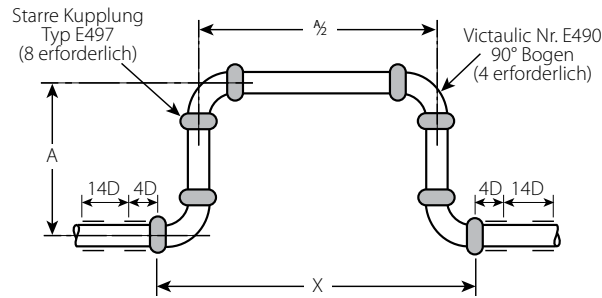

Abbildung 1
b. Expansion-Schleifen unter Verwendung von Victaulic starren Kupplungen und Formteilen: Expansions-Schleifen oder „U“-Bögen werden häufig verwendet, um Expansionen und/oder Kontraktionen aufgrund wärmebedingter Veränderungen auszugleichen. Die nötigen Abmessungen einer Edelstahlrohr-Expansions-Schleife in einem StrengThin™ 100 System finden Sie in folgender Tabelle (siehe Abbildung 1 für die Schleifenhöhe „A“):